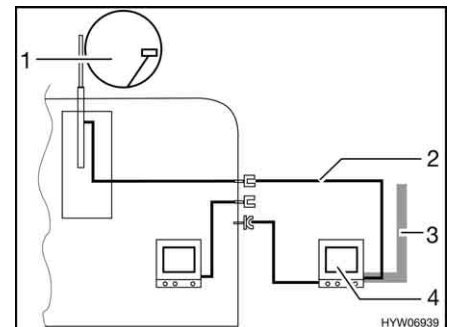

Fig. 118 TV en el área bajo el toldo
- TV en el área bajo el toldo (Fig. 118,4): Conexión a la antena del techo (Fig. 118,1) con el cable de conexión (Fig. 118,2)
- TV en el área bajo el toldo (Fig. 118,4): Conexión a antena externa (Fig. 118,3)